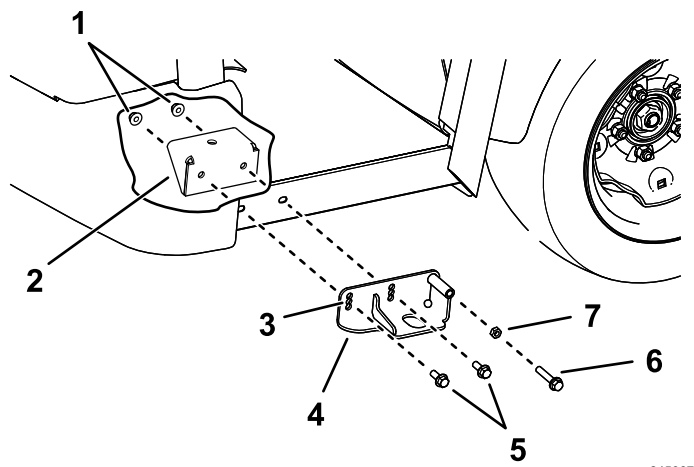

Figure 26
3. Fixez les supports gauche et droit aux pattes de montage avant de la cabine à l'aide de 2 boulons à tête hexagonale et embase ($\frac{3}{8}$ " x 1") et de 2 écrous à embase ($\frac{3}{8}$ ") de chaque côté (Figure 26).
4. Insérez le boulon de réglage ($\frac{3}{8}$ " x 2") et l'écrou hexagonal ($\frac{3}{8}$ ") dans les supports gauche et droit de chaque côté de la machine (Figure 26).
Utilisez le boulon de réglage (Figure 26) pour centrer la cabine.